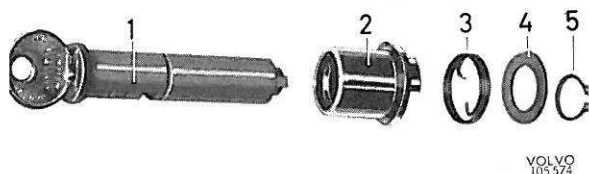

Figure 24. Bouton-poussoir de fermeture de porte désassemblé
2. Enlever le circlips (5, figure 24) et l'on peut retirer ensuite le barillet de fermeture du bouton-poussoir.